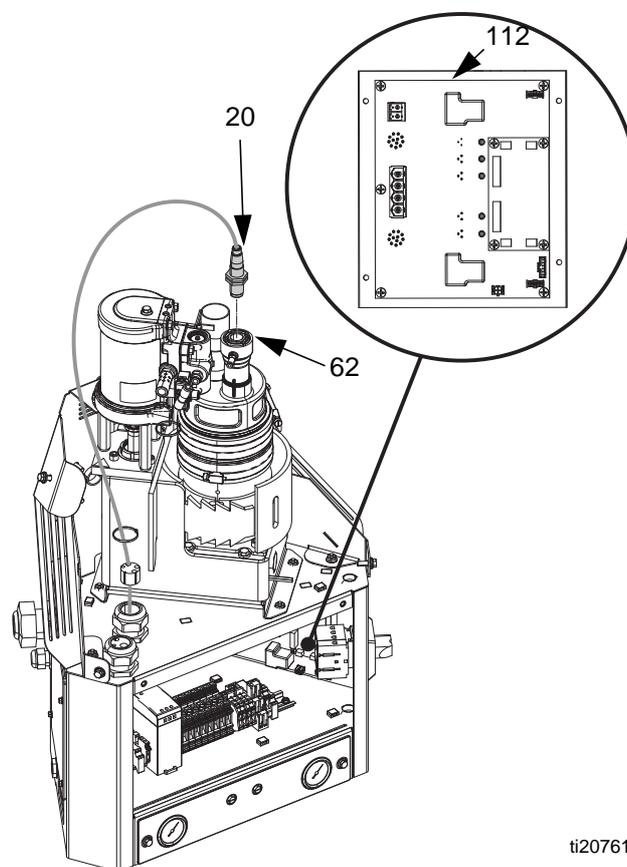

FIG. 44
*Démontage (voir la FIG. 44) :*
- Tirer doucement le câble pendant le dévissage du connecteur du capteur de remplissage, puis retirer le câble (20).
- Desserrer le contre-écrou du capteur de remplissage, puis retirer le capteur de remplissage (20) du bouchon de remplissage (62).
*Remontage (voir la FIG. 44) :*
- Visser le nouveau capteur de remplissage (20) dans le bouchon de remplissage (62). Faire de sorte que le capteur touche le fond du chapeau de remplissage, puis le tourner un 1/2 tour en sens inverse.
- Serrer le contre-écrou sur le capteur de remplissage (20).
- Raccorder le câble du capteur de remplissage sur le nouveau capteur de remplissage (20).